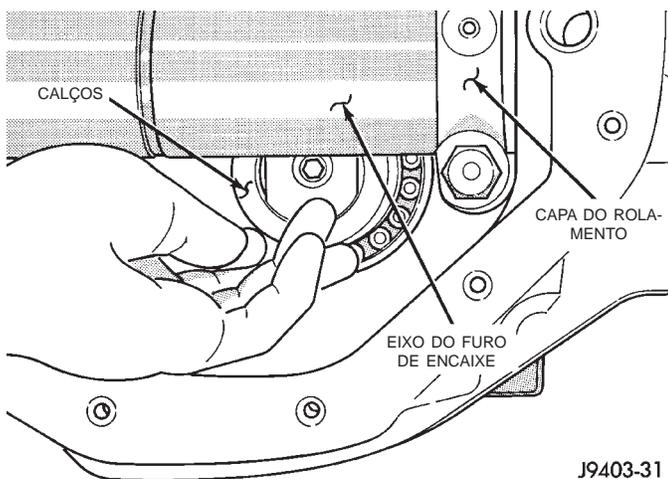

Fig. 72 Seleção de Calço(s) de Profundidade
- (20) Centralize a ferramenta do eixo.
(21) Posicione as capas do rolamento na ferramenta do eixo.
(22) Instale os parafusos de retenção.
(23) Aperte os parafusos de capa com um torque de 14 N·m (10 pés-lb).
(24) Tente ajustar o(s) calço(s) de profundidade entre o eixo do Furo de Encaixe e o bloco do mostrador (Fig. 72). **O ajuste do(s) calço(s) de profundidade deve ser bem ajustado, mas não apertado (fricção de arrasto de um calibrador de lâminas).**